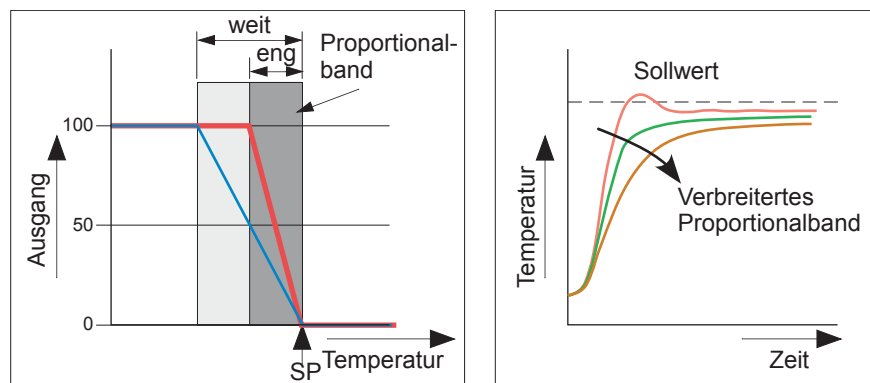

Abbildung B.2: Proportionalband Aktion (umgekehrte Aktion)
Das Proportionalband (PB) liefert einen Ausgang, der sich proportional zur Größe des Fehlersignals verhält. Es ist der Bereich, über den Sie die Ausgangsleistung kontinuierlich linear von 0 % bis 100 % einstellen können (bei einem Regler nur für Heizbetrieb). Unterhalb des Proportionalbandes ist der Ausgang auf volle Leistung eingeschaltet (100 %), oberhalb des Proportionalbandes ist der Ausgang vollständig ausgeschaltet (0 %), wie in Abbildung B.2 dargestellt.
Abbildung B.2 zeigt Ihnen auch den Effekt einer Verschmälerung des Proportionalbands bis zum Oszillationspunkt. Ein breites Proportionalband führt zu einer geradlinigen Regelung, jedoch mit einem merklichen Erstfehler zwischen Sollwert und tatsächlicher Temperatur. Verschmälern Sie das Band, rückt die Temperatur näher an den Sollwert heran, bis sie schließlich instabil wird.